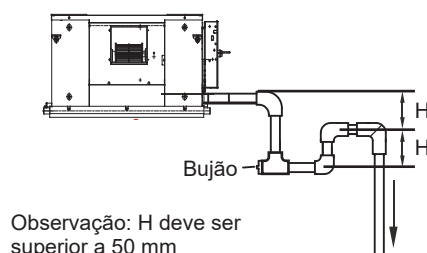

Figura 21 Esquema do cotovelo de armazenamento de água
- (1) Para um duto de descarga de água conectado à bandeja de drenagem principal na unidade interna, a tubulação de descarga de água deve incluir um cotovelo de armazenamento de água para impedir que a pressão de carga acumule causando drenagem de água insuficiente, vazamentos de água ou que a água seja descarregada pelo duto de saída de ar quando a unidade interna estiver em funcionamento.
- (2) Em um cenário em que a unidade interna funciona continuamente por longos períodos (48 horas ou mais), em operação contínua ou onde a umidade relativa do ar é de 85% ou mais, conecte a tubulação de descarga de água da bandeja de drenagem secundária à tubulação de descarga de água principal e, depois, instale o cotovelo de armazenamento de água. Instale o cotovelo de armazenamento de água como mostrado na Figura 21. Instale de modo que seja fácil limpá-lo.